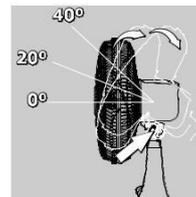

Figura 07
•Para direcionar o fluxo de ar, deve-se pressionar o botão para ajuste de inclinação conforme o indicado na Figura 06, e posicionar o motor na inclinação desejada como mostrado na Figura 07.